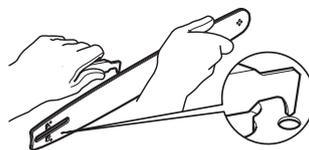

Fig.41
4. Pour nettoyer les résidus accumulés dans les rails du guide-chaîne [4], utilisez un tournevis, un couteau de vitrier, une brosse métallique ou autre outil similaire. Cela permettra une meilleure circulation de l'huile afin que la chaîne [3] et le guide-chaîne [4] soient correctement graissés en permanence (Fig. 41).